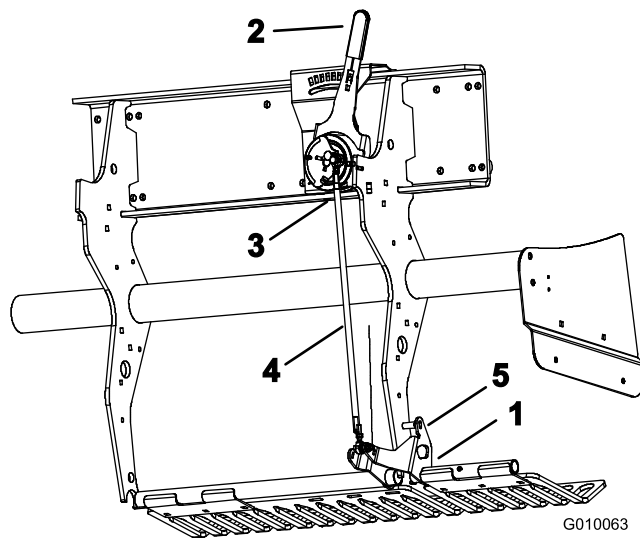

Figura 58
1. Girate verso l'alto la staffa di montaggio della protezione del tappeto erboso sinistra (Figura 58) per inserire un perno di bloccaggio (bullone o fioretto 5/16 poll.) tra la staffa e il tubo di impostazione della profondità saldato al telaio.
2. Spostate la leva di profondità delle fustelle (Figura 58) in posizione H (profondità massima).
3. Scollegate l'interruttore a sfera (Figura 58) dal cablaggio preassemblato (interruttore 'testa abbassata').
4. Allentate i controdadi sinistro e destro sul tirante di regolazione della profondità (Figura 58).